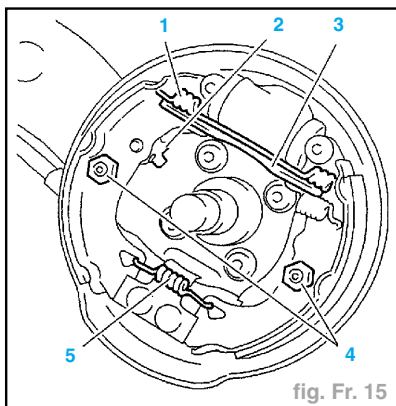

fig. Fr. 15
- Déposer (fig. Fr. 15) :
- les ressorts (1) et (5) (utiliser la pince **FACOM 196-TS** par exemple).
- les ressorts de maintien (4),
- la biellette (3), (en écartant les segments de frein),
- la biellette (3) (fig. Fr. 15),
- les ressorts de maintien (4) (utiliser l'outil réf. **426T**),
- les ressorts (1) et (5),
- Agir sur le cliquet (2) pour obtenir un diamètre de :